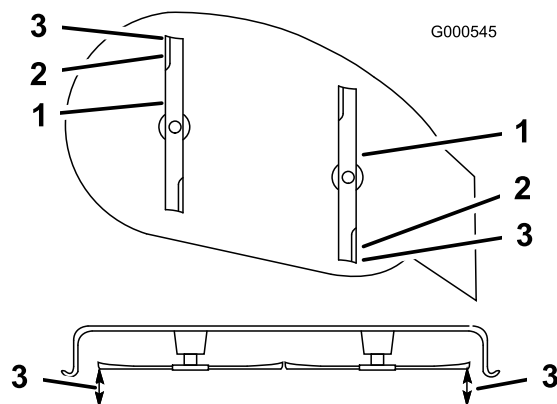

Figura 46
9. Impostate l'altezza di taglio alla posizione **D** (76 mm), e fate girare con cautela le lame in modo che siano disposte longitudinalmente (Figura 46).
10. Misurate il valore dalla punta della lama anteriore e dalla punta della lama posteriore alla superficie piana (Figura 46). Se la punta